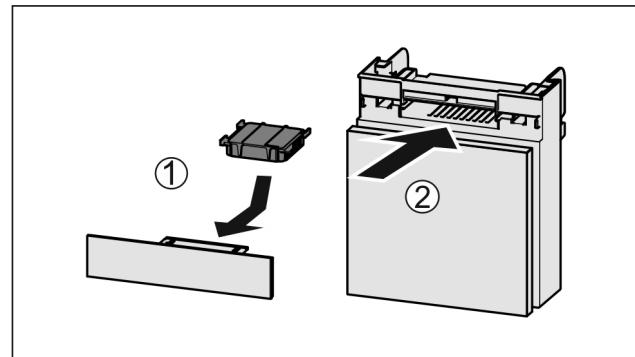

Fig. 135
- Aktivkohlefilter nach Abbildung einsetzen Fig. 135 (1).
► Fach einschieben Fig. 135 (2).